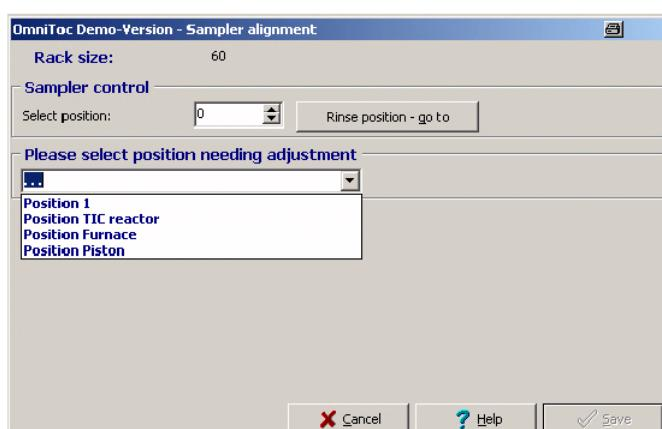
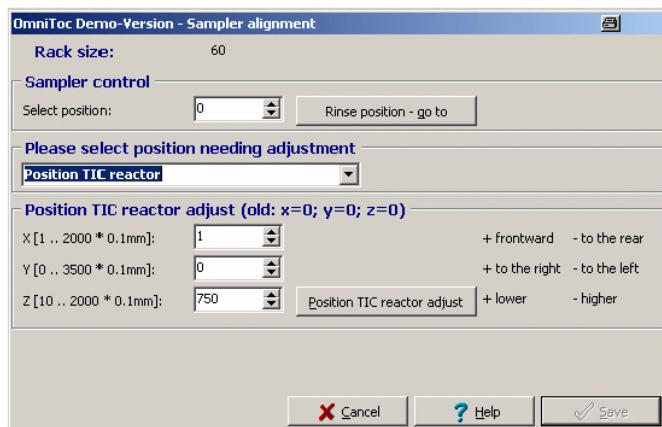

图74 Sampler Alignment (自动进样器调准) 窗口
图75 Sampler Alignment (自动进样器调准) 窗口
3. 在**Position Needing Adjustment**（进样针位置调整）窗口，从列表中选择需要调整的位置（图74，图75）
4. 点击相应的键开始位置的调整（如**POSITION TIC REACTOR ADJUST**（TIC反应器位置调整），见图75）。
2. 在“Sampler alignment”窗口选择Please select position needing adjustment>Position Piston (请选择进样针位置调整>活塞位置) (图74)。